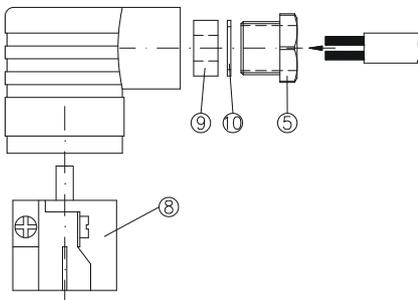

Abb. 10
- ↖ Führen Sie die Anschlussleitung durch die Kabelverschraubung ⑤, den Druckring ⑩ und den Gummieinsatz ⑨ in die Leitungsdose ein (⇒ Abb. 10).